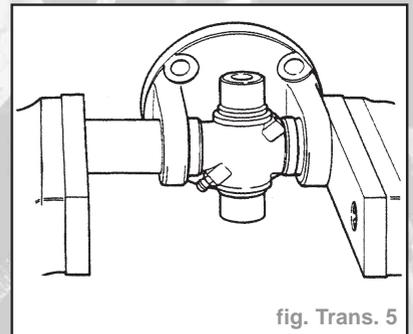

fig. Trans. 5
- A l'aide d'un adaptateur à face plate de diamètre légèrement plus faible que les cuvettes de roulement, enfoncer chaque cuvette dans sa chape respective jusqu'à ce qu'elles atteignent le cordon inférieur de la rainure du circlip (Fig. Trans. 5).